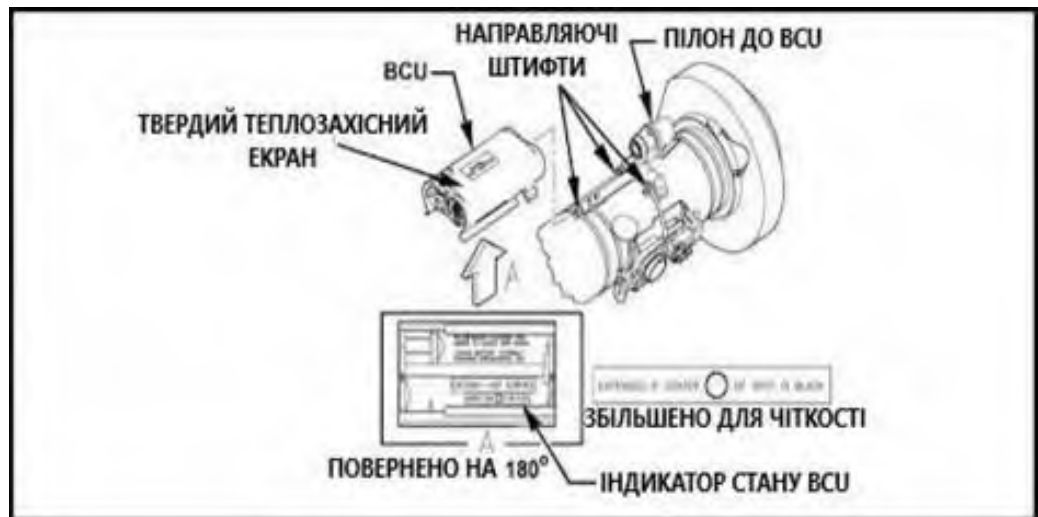

Рисунок 6.55 – Старий блок живлення та охолодження
3) якщо VCU має суцільний (твердий) теплозахисний екран (рисунок 6.55), підняти засув VCU великим пальцем;